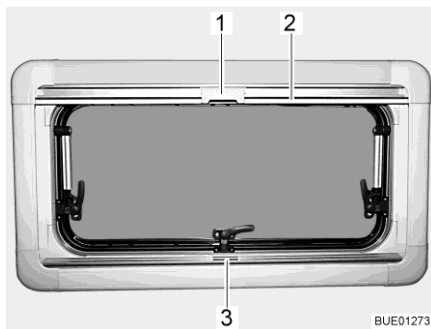
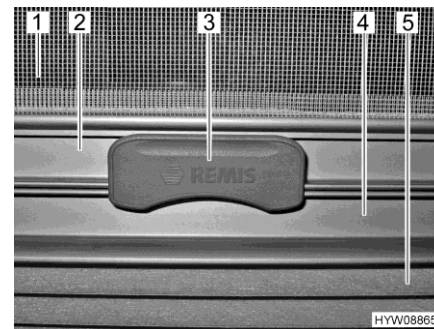

Bild 17 Överkantshängt fönster
Bild 18 Spärr
**Plisségardin** Plisségardinen (Bild 18,5) finns i den nedre rullgardinskassetten.
**Stänga:** ■ Ta tag i mitten på plisségardinens list (Bild 17,3 och Bild 18,4) och drag den nerifrån och uppåt och släpp den vid önskad höjd. Plisségardinen stannar på denna höjd.
**Insektsnät** Insektsnätet (Bild 18,1) finns i den övre rullgardinskassetten.
**Stänga:** ■ Drag, med listen (Bild 17,2 och Bild 18,2), ner insektsnätet tills listen stöter mot plisségardinen (Bild 18,4).
■ Lås fast insektsnätets spärr (Bild 17,1 och Bild 18,3) på plisségardinens list. När spärren är låst, kan plisségardinen och insektsnätet justeras samtidigt.
**Öppna:** ■ Tryck spärren (Bild 18,3) på insektsnätet uppåt.
■ För långsamt tillbaka insektsnätet med listen (Bild 17,2).